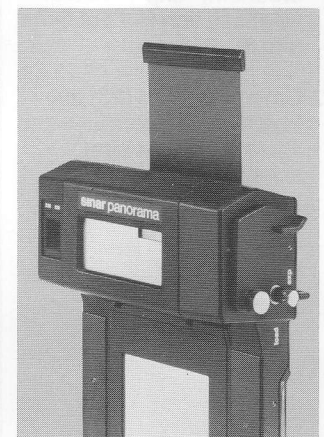

Fig. 12
- 5.3. SINAR 67, 69 und panorama: Schieber (12) bis zum Anschlag ziehen! Belichtung kann erfolgen (Fig.12). Schieber (12) schließen. Resetknopf (22) drücken. Film **sofort** zum nächsten Bild transportieren, um Doppelbelichtungen zu vermeiden (**transportieren bis Hebel blockiert**).
- 5.3. SINAR 67, 69 and panorama: Open dark slide (12) as far as possible! Ready for exposure (fig. 12). Close dark slide (12). Press reset button (22). To avoid double exposures, advance the film to the next frame **immediately (transport until the lever locks)**.
- 5.3. SINAR 67, 69 et panorama: Tirer le volet (12) jusqu'à la butée! L'exposition peut avoir lieu (fig. 12). Fermer le volet (12). Appuyer sur le bouton de remise à zéro (22). Avancer **immédiatement** le film jusqu'à la prochaine image afin d'éviter les doubles expositions (**transporter jusqu'au blocage du levier**).